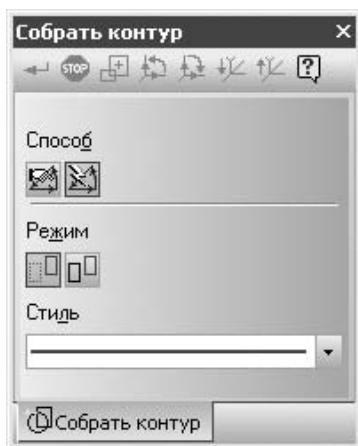

Рис. 2.22. Элементы управления команды Собрать контур
4. В группе Режим на панели свойств щелкните на кнопке Удалять исходные объекты (рис. 2.22). Это позволит избежать загромождения чертежа ненужными примитивами после их объединения.